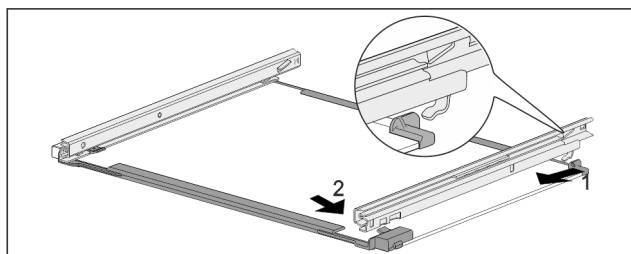

Fig. 165 Skleněná deska s kolejničkami
- ▶ Zahákněte kolejničku vzadu. Fig. 165 (1)
- ▶ Zaklapněte kolejničku vpředu. Fig. 165 (2)